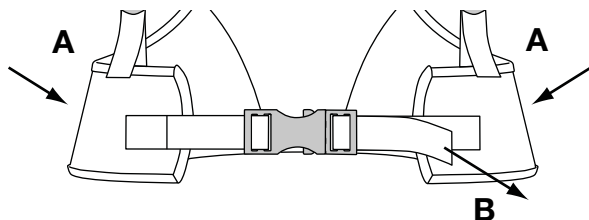
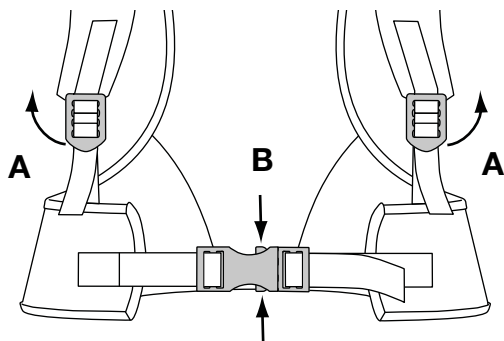

Fig. 18
Fig. 19
**REMARQUE:** Assurez-vous que le poids de l'appareil repose sur les hanches par le support de taille du système de support (Fig. 18, A).
3. Si le poids ne repose pas sur les hanches, relâchez les supports d'épaules (Fig. 19, A) et tirez sur le support de taille (Fig. 18, B). Ajustez jusqu'à ce que le poids de l'unité repose sur les hanches.
1. Pour libérer les supports d'épaules, tirez sur la languette inférieure des boucles des supports d'épaules (Fig. 19, A).
2. Appuyez sur le haut et le bas des attaches du support de taille du système de support pour le relâcher (Fig. 19, B).